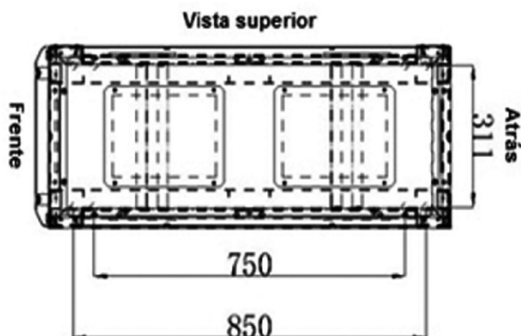

Figura 3-13 Dimensiones de anclaje
1. Gabinete de cables: Los cables se pueden agregar desde la parte superior. Dimensiones: 400 x 1000 x 1800. Los gabinetes pueden conectarse en paralelo con otros a la izquierda o a la derecha. Las dimensiones de anclaje se muestran en la Figura 3-13.